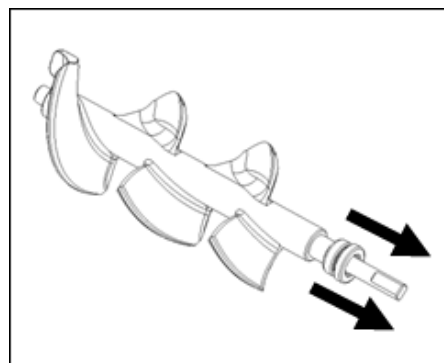
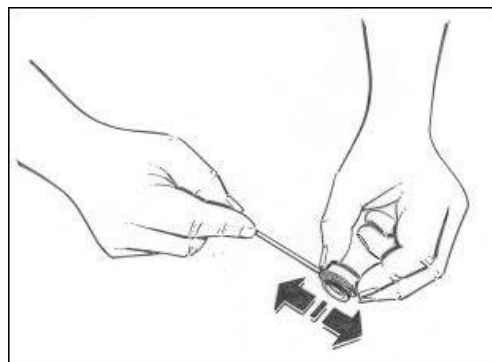

Fig. 13
Fig. 14
- Rimuovere la guarnizione posteriore (Fig. 13) e pulirla con la spazzola in dotazione per rimuovere qualsiasi residuo di cibo eventualmente presente (Fig. 14).